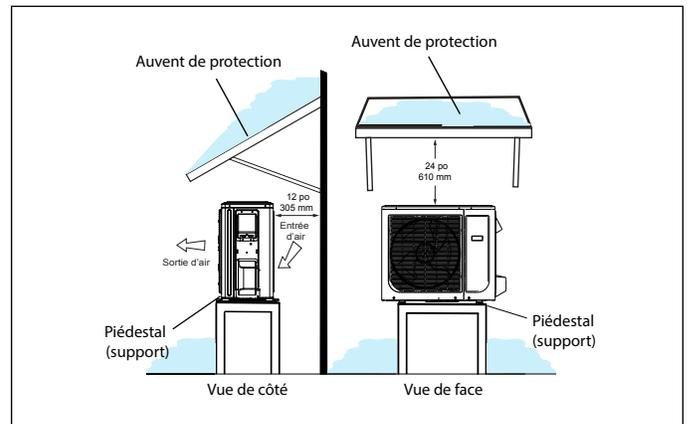

Figure 16. Unité extérieure sur piédestal et sous auvent de protection
- Si l'unité extérieure peut être exposée de manière prolongée aux rayons directs du soleil et atteindre des températures dépassant 100 °F (38 °C), il est recommandé de construire un auvent comme illustré à la «Figure 16. Unité extérieure sur piédestal et sous auvent de protection» ou à la «Figure 21. Abri de style niche à chien» à la page 13
- Installer l'unité à l'écart des porte-à-faux des toits pour empêcher l'eau ou la glace de tomber sur ou devant l'échangeur ou l'unité. Construire un auvent comme illustré à la «Figure 16. Unité extérieure sur piédestal et sous auvent de protection».